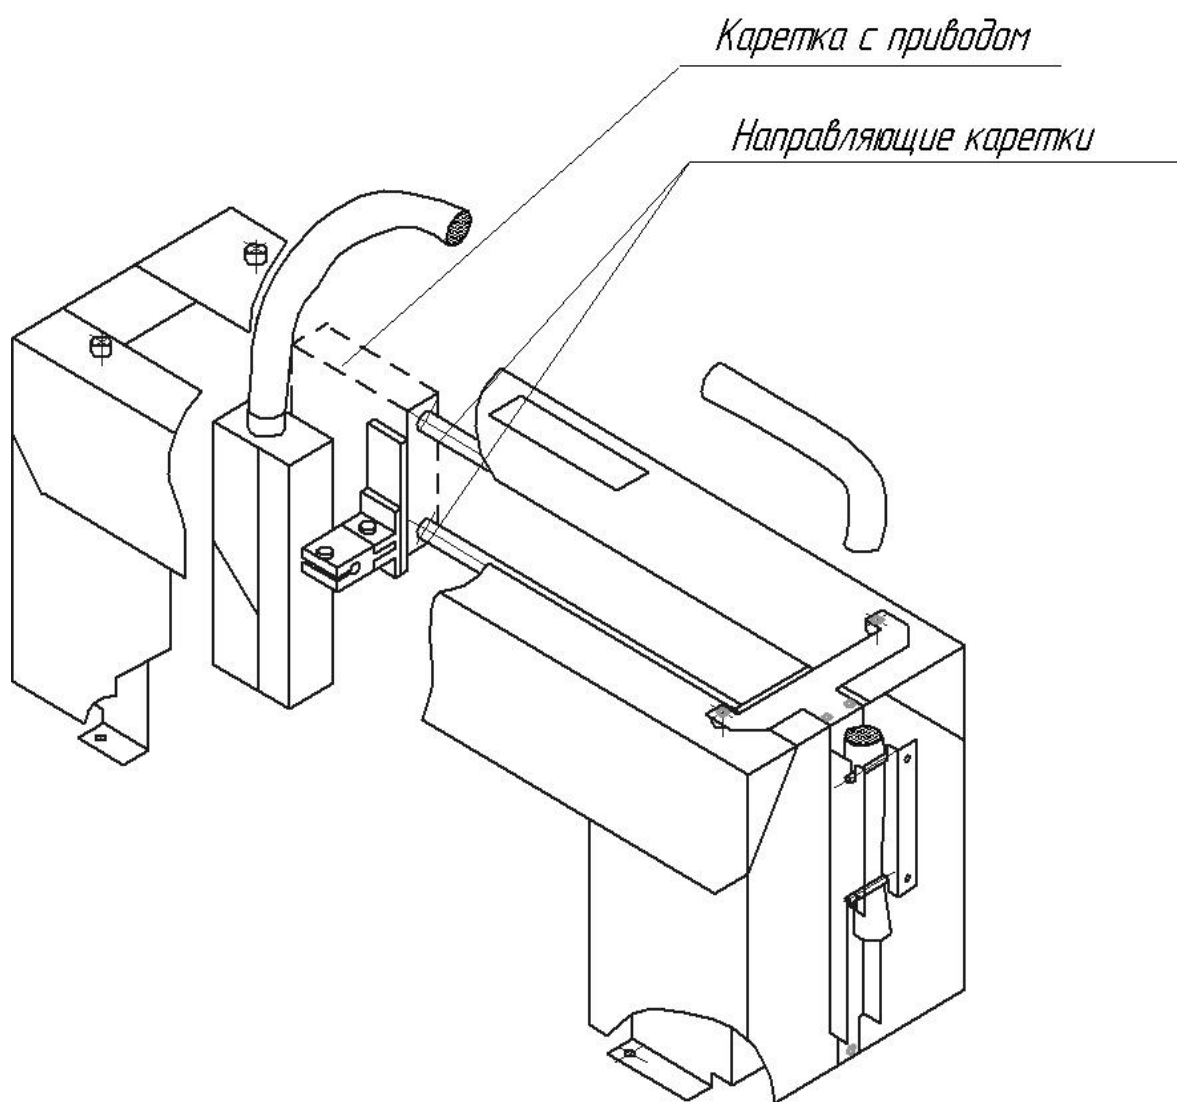

Рис. 1.5.11 Блок перемещения «Челнок-2М»
5) БП Челнок 2М (рис.1.5.11) содержит реверсивный электропривод с электронным устройством управления. Электропривод обеспечивает возвратно-поступательное движение каретки с закрепленной на ней ПГ вдоль ряда групповой тары. Маркировка осуществляется при непрерывном движении каретки в обоих направлениях, крайние положения которых определяются оптодатчиками. Из БП в БМ передаются сигналы начала и направления печати и синхроимпульсы.